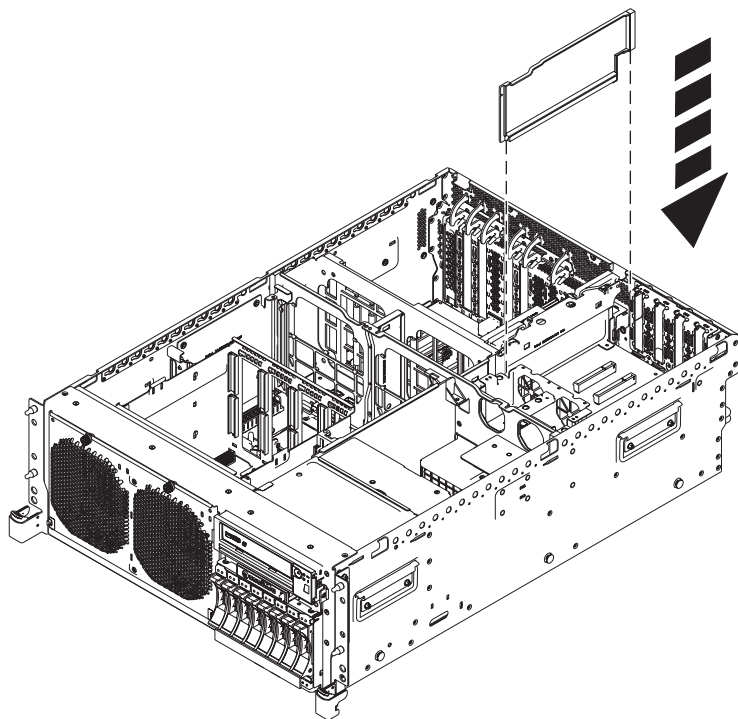

Figura 44. Instalar uma grelha de registro de riser de expansão numa unidade de sistema instalada em bastidor
8. Instale a protecção de plástico (PN 46K5417) entre o trinco azul e a primeira ranhura PCIe, conforme demonstrado em Figura 44 na página 54.